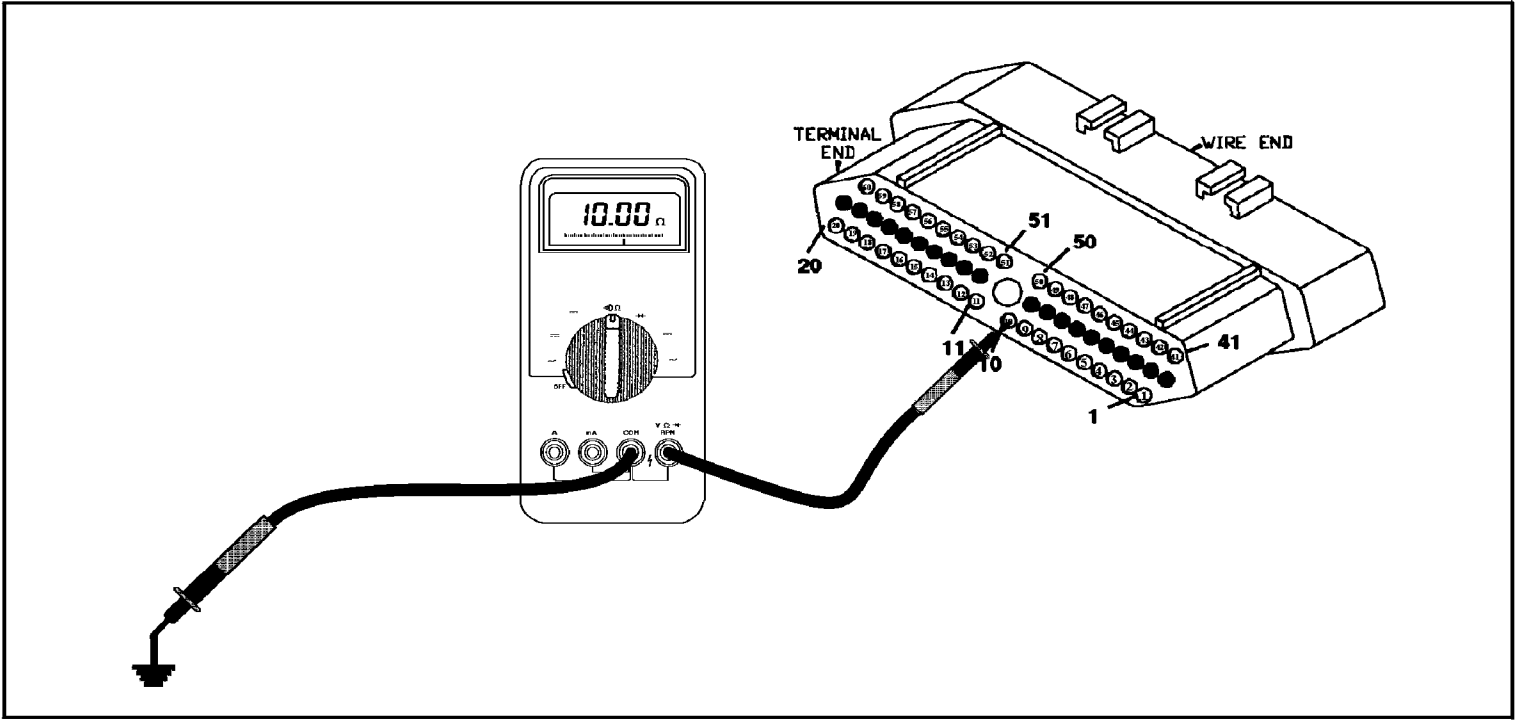

Figura 58
- Apague la ignición. Con el metro todavia conectado al terminal 10, cambie a la escala de ohms (Vea la figura 58). Si hay menos de 5 ohms de resitencia, el alambre tiene un corto a tierra y tendrá que ser reparado o reemplazado. Si hay más de 5 ohms de resitencia, vaya al proximo paso.